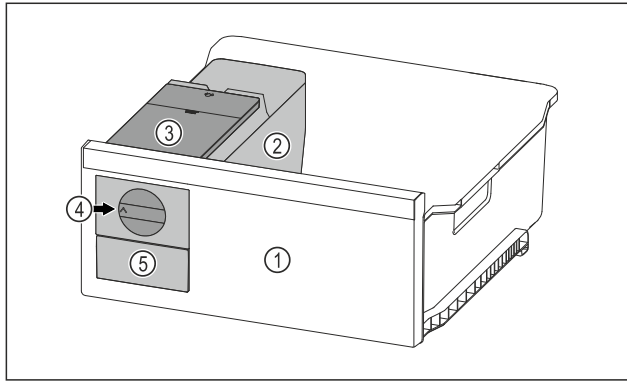

Fig. 120 Representación a modo de ejemplo
- ▶ Girar el botón giratorio *Fig. 120 (4)* en el sentido de las agujas del reloj hasta el tope.
- ▷ Los cubitos de hielo caen de la cubitera al compartimento de cubitos de hielo *Fig. 120 (5)*.